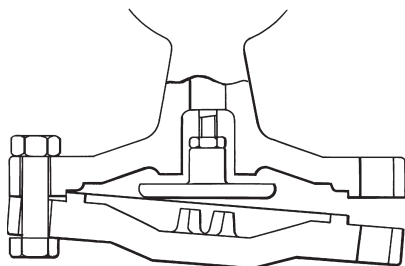

Рис. 11
6. Сложите две новые диафрагмы и вставьте их на нижнюю крышку диафрагменной камеры (рис. 11).
7. Придерживая диафрагмы в правильном положении, поставьте нижнюю крышку диафрагменной камеры в штатное положение и затяните гайки (26) моментом 95 Нм.
8. Затяните гайку (27).